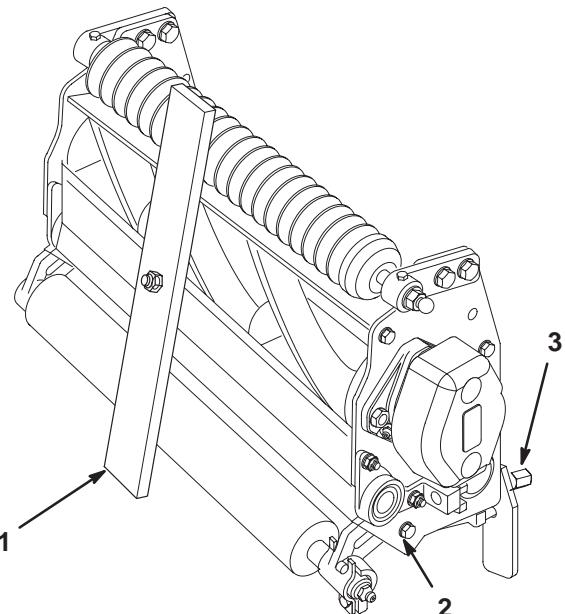

Figure 5
2. Retournez le plateau de coupe (90°) et posez-le en appui sur le rouleau arrière et les pattes arrière supérieures. Desserrez les contre-écrous des boulons de retenue des supports du rouleau arrière (Fig. 5).
3. Sur le calibre (Réf. 13-8199), réglez la tête de la vis à la hauteur de coupe voulue (Fig. 5). La hauteur de coupe correspond à la distance entre le calibre et la base de la tête de la vis.
4. Placez le calibre en travers des rouleaux avant et arrière, et tournez le bouton de réglage de hauteur de coupe (Fig. 5) jusqu'à ce que la base de la tête de la vis s'engage dans le bord coupant de la contre-lame.